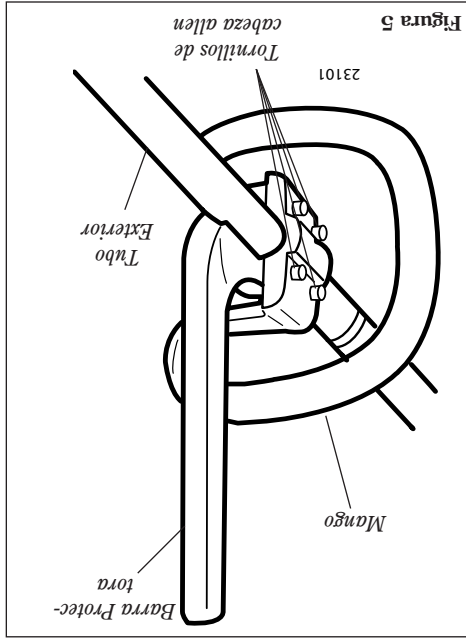

Figura 5
1. La fabrica instala el mango en el tubo exterior y lo posiciona en la posición de apagado. Consulte la figura 5.